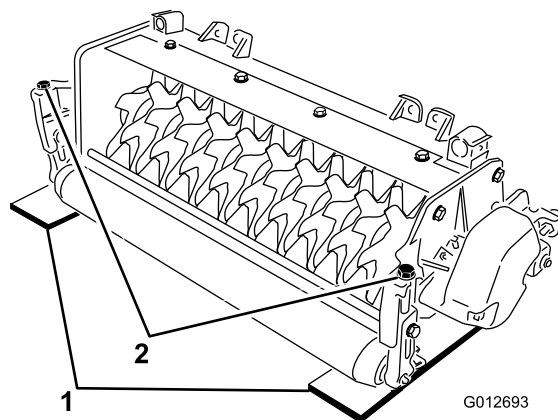

Figura 4
2. Collocate due spessori alti quanto la profondità di penetrazione desiderata sotto i rulli anteriore e posteriore del verticutter (su entrambi i lati del cilindro) (Figura 4).
3. Girate ogni bullone di regolazione sulla staffa dell'altezza di taglio (Figura 4) fino a quando le lame del cilindro non toccano il suolo a entrambe le estremità.